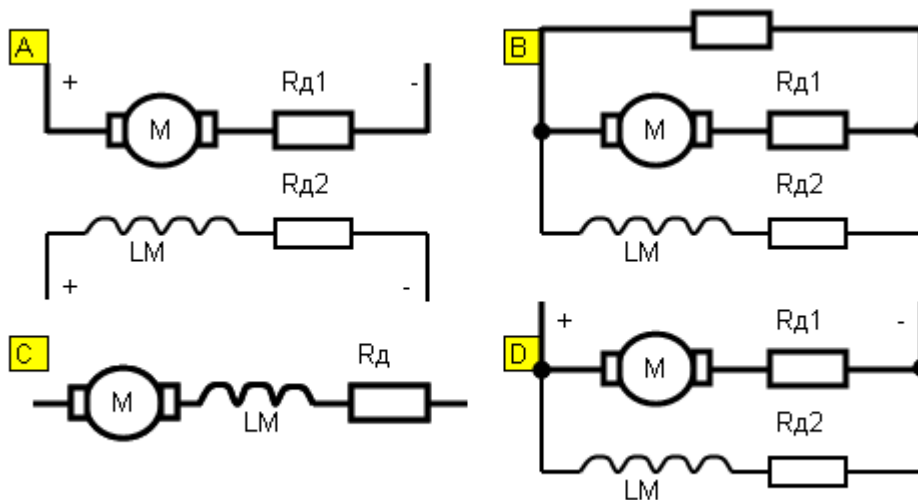

Рис.4. Принципиальные электрические схемы двигателей постоянного тока
12. Принципиальная электрическая схема (рис.4) двигателя постоянного тока независимого возбуждения